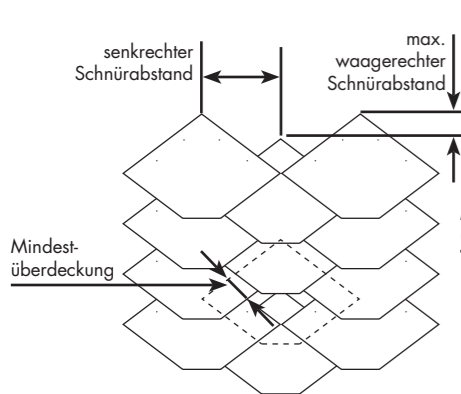
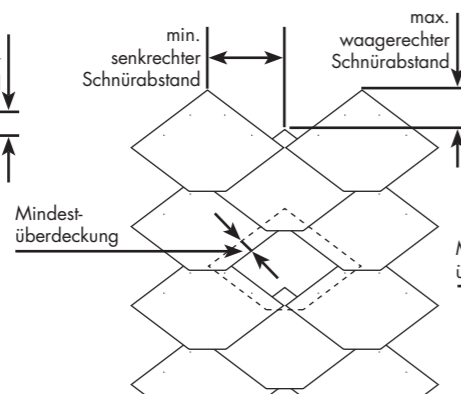

Abbildung 9
Abbildung 10a
- 3.1 Die **UNIGENIAL** Deckung mit Geradschnitt Schablonen wird so ausgeführt, dass die Decksteine im halben Verband verlegt werden und der Eckabschnitt nach unten zeigt (Abb. 9, 10a und 10 b).
- 3.4 Bei Dachdeckungen stoßen die Spitzen immer zusammen (s. senkrechter Schnürabstand Abb. 9). Der maximale waagerechte Schnürabstand muss so gewählt werden, dass die rechtwinklig zur Schieferkante gemessene Mindestüberdeckung nicht unterschritten wird (Abb. 9). Darüber hinaus ist auf mindestens 0,5 cm Hängeferse zu achten. Die Werte für die Mindestdachneigung, die Mindestüberdeckung, den waagerechten und den senkrechten Schnürabstand sowie den ca. Stückzahlbedarf pro m^2 entnehmen Sie bitte der Tabelle 8. Bei Außenwandbekleidungen sind sowohl der waagerechte als auch der senkrechte Schnürabstand innerhalb gewisser Toleranzen variabel. Auf die Mindestüberdeckung (rechtwinklig zur Schieferkante gemessen) ist zu achten (Abb. 10a und 10b).
Die Werte für die Mindestüberdeckung, den waagerechten und den senkrechten Schnürabstand **bei maximalem waagerechten Schnürabstand** (Abb. 10a) sowie den entsprechenden ca. Stückzahlbedarf pro m^2 entnehmen Sie bitte der Tabelle 9.
Werte für Dachdeckungen mit UNIGENIAL Geradschnitt Schablonen in der UNIGENIAL Deckart bei max. waager. Schnürabstand (Abb. 9)
Werte für Außenwandbekleidungen mit UNIGENIAL Geradschnitt Schablonen in der UNIGENIAL Deckart bei max. waager. Schnürabstand (Abb. 10a)